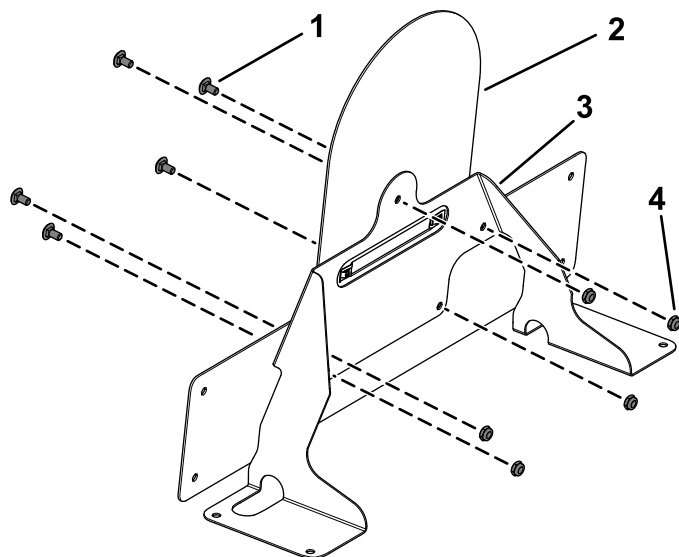

Bild 22
8. Befestigen Sie die Halterung der Geschwindigkeitsplatte mit fünf Schlossschrauben ($\frac{1}{4}$ " x $\frac{1}{2}$ ") und fünf Sicherungsmuttern ($\frac{1}{4}$ ") an den Markierungshalterung, wie in Bild 22 abgebildet.